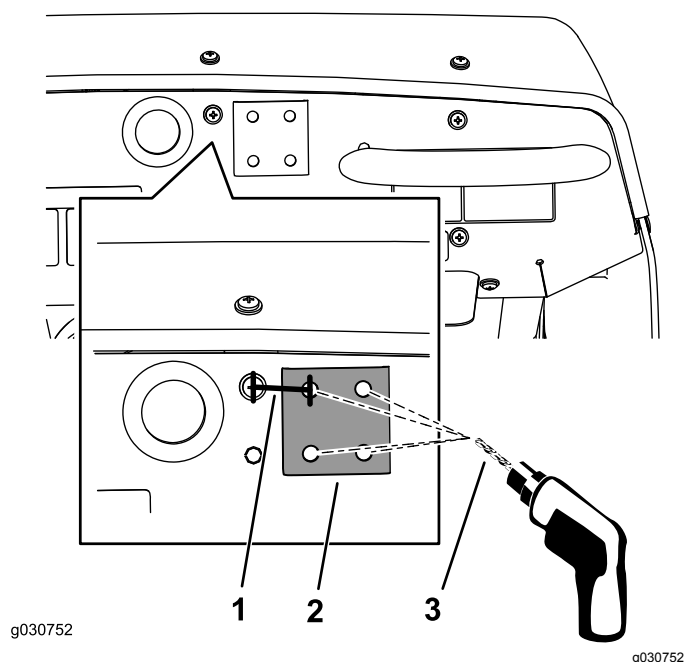

Figura 157
1. Nel cruscotto della macchina, individuate la vite del cruscotto a destra del gommino del foro nel cruscotto (Figura 157).
2. Misurate a destra del centro della vite 33,3 mm e con una matita contrassegnate il punto con una linea verticale (Figura 157).
5. Praticate un foro sul cruscotto in corrispondenza del segno del punzone con una punta da trapano da 8 mm (Figura 157).
7. Allineate la piastra di rinforzo in orizzontale sulla parte superiore del cruscotto e, utilizzando il rinforzo come riferimento, praticate i 3 fori rimanenti nel cruscotto (Figura 157).